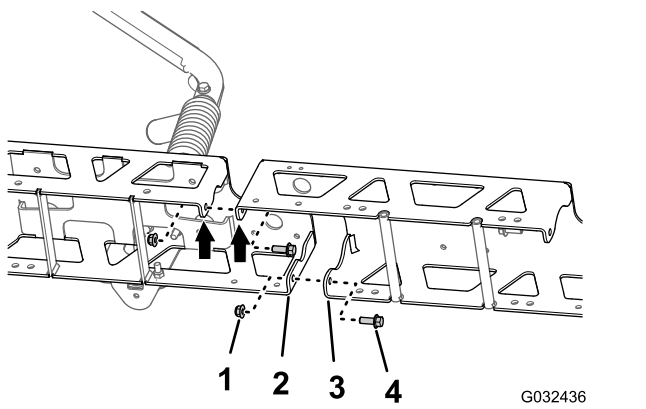

Bild 54
1. Fluchten Sie die Löcher in den vertikalen Flanschen der mittleren Auslegersektion mit den Löchern im Trägerrahmen aus (Bild 54).
2. Befestigen Sie die mittlere Auslegersektion mit den zwei Bundkopfschrauben (3/8" x 1") und den zwei Sicherungsbundmuttern (3/8"), die Sie in Schritt 1 in Entfernen der Träger des mittleren Sprühabschnitts \(Seite 28\) entfernt haben, lose am Trägerrahmen (Bild 54).
3. Fluchten Sie die Löcher in den vertikalen Flanschen der mittleren Auslegersektion mit den Löchern im anderen Trägerrahmen aus (Bild 54).
4. Befestigen Sie die mittlere Auslegersektion mit den zwei Bundkopfschrauben (3/8" x 1") und den zwei Sicherungsbundmuttern (3/8") vom Finishingkit für das GeoLink-Sprühsystem (Bild 54) lose an dem anderen Trägerrahmen (Bild 54).